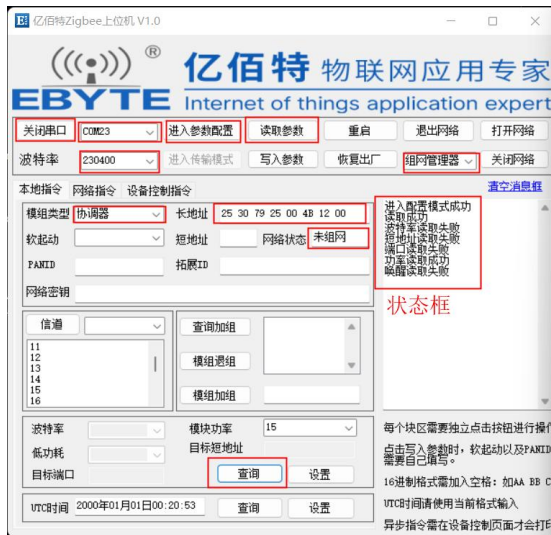
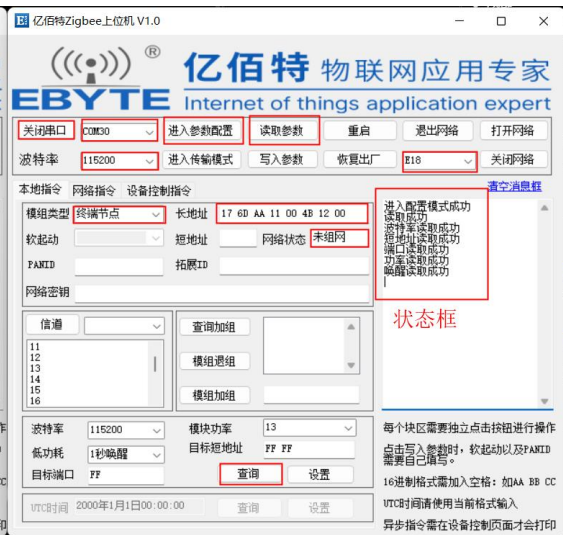

图 1-1 组网管理器
图 1-2 E18 系列模块
- 6、选择好模组类型后，执行“写入参数”（也可通过发送串口指令“55 05 00 05 00 05”协调器、“55 04 00 05 01 04”路由器、“55 05 00 05 02 07”终端、“55 04 00 05 03 06”休眠终端）。操作具体见下图 1-1、图 1-2